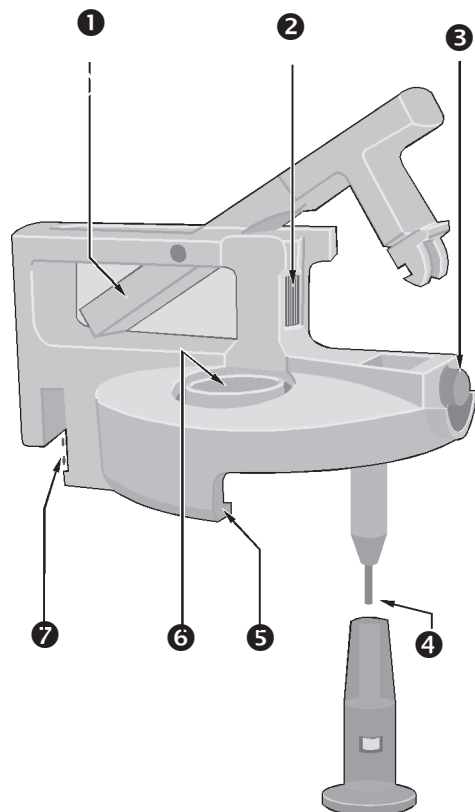
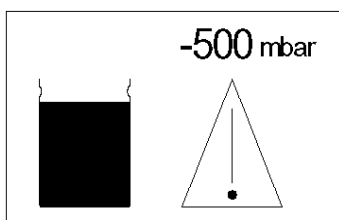

Fig. 3. Sistema di chiusura
Fig. 13. Display con allarme troppo pieno
Il sistema di chiusura deve chiudere ermeticamente il serbatoio per secreti in modo che nel serbatoio possa formarsi il vuoto desiderato. In Fig. 3 è riprodotto il sistema di chiusura con staffa di chiusura aperta.
- La tensione del coperchio può essere variata girando la vite zigrinata (2, Fig. 3)
L'ATMOS S 351 NATAL è dotato di un sistema di troppo pieno elettronico che serve ad arrestare il motore quando viene raggiunto il livello di riempimento massimo. Se ci si trova in modalità VE, non si ha l'interruzione dell'aspirazione. Quando il liquido raggiunge il sensore (4, Fig. 3) la pompa si arresta, si avverte un segnale acustico e si accende l'indicatore Fig. 13. In caso di forte formazione di schiuma è opportuno montare sulla sonda il dispositivo antischiuma in dotazione, per evitare che il motore si spenga prematuramente.